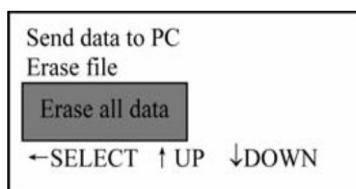

Abbildung 36
- f. Bewegen Sie den Cursor mit der „↑“ oder „↓“-Taste auf „Erase all data“ (Alle Daten löschen). Siehe Abbildung 36.